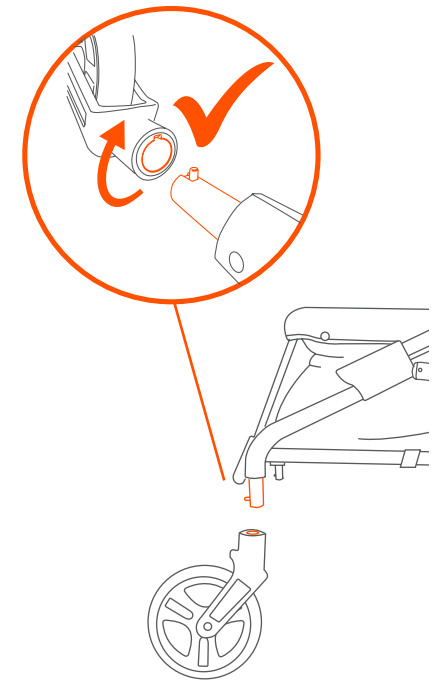

Fig. 2
- 2) • First rotate the wheel to point the pin hole upward. Push each front wheel assembly into the front wheel post until they lock into place (Fig. 2).
- Primero gire la rueda para apuntar el agujero de la arandela hacia arriba. Presione cada montaje de la rueda delantera contra el poste de la rueda delantera hasta que queden trabadas (Fig. 2).
- Commencer par faire tourner la roue afin de positionner le trou de la goupille pointé vers le haut. Poussez chaque assemblage de roue avant dans la tige de roue avant jusqu'à ce qu'il soit verrouillée en place (Fig. 2).